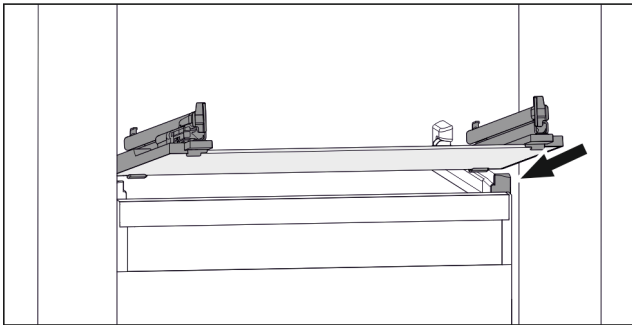

Fig. 75 Примерное отображение стеклянной пластины
- Наклоняя вниз, установите стеклянную пластину за стопоры. (см. Fig. 75)